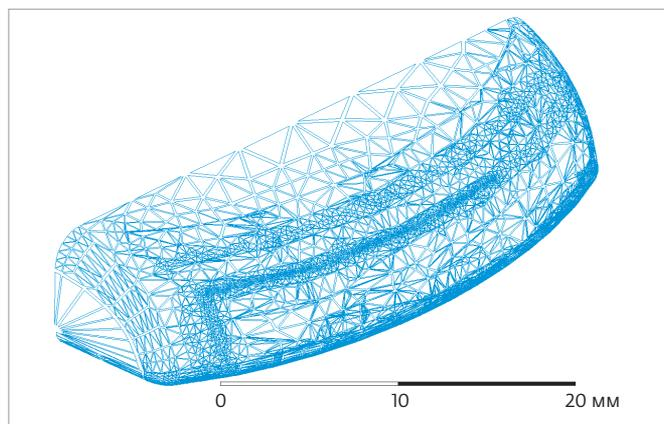

**Рис.3.** Электромагнитное моделирование распределения тока по элементам антенной решетки размером 16×16 при помощи Planar EM
**HFSS Planar EM** – планарный EM-решатель, идеально подходящий для проектирования интегральных СВЧ-схем, монолитных и гибридных микроволновых интегральных схем, систем на кристалле, беспроводных коммуникационных систем и других ВЧ-и СВЧ-устройств (рис.3).